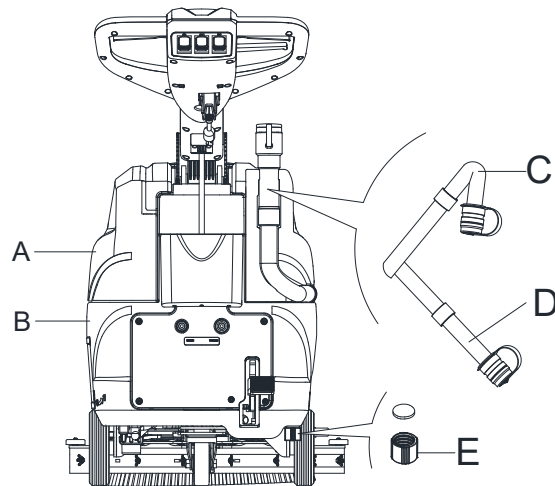

Figur 9
Et automatisk avstengningssystem (B, figur 9) blokkerer vakuumsystemet når oppsamlingstanken (C) er full. Deaktivering av sugemotoren indikeres med en plutselig økning i støyet fra sugemotoren, og gulvet har ikke blitt tørket skikkelig.
For å fortsette driften hvis vakuumsystemet slås av ved et uhell (for eksempel når flottøren er aktivert på grunn av en plutselig maskinbevegelse): slå av vakuumsystemet ved å trykke på bryteren (39 og 41), og åpne deretter dekselet (A, figur 9) og sjekk at flottøren inne i gitteret (B) har gått ned til vannstanden. Lukk deretter dekselet (A) og trykk på strømbryteren (39 og 41) for å slå på hovedstrømmen og vakuumsystemet.
Når oppsamlingstanken (C, figur 9) er full, tøm den i henhold til følgende prosedyre.
4. Tøm oppsamlingstanken med slangen (F, figur 7). Skyll deretter oppsamlingstanken (C, figur 9) med rent vann.
5. Fjern lokket på oppsamlingstanken (A, figur 9) og rengjør innsiden av dekslet og filterflytristen (B) med rent vann.
6. Kontroller om noe sitter fast i oppsamlingstanken (D, figur 9), og rengjør den.